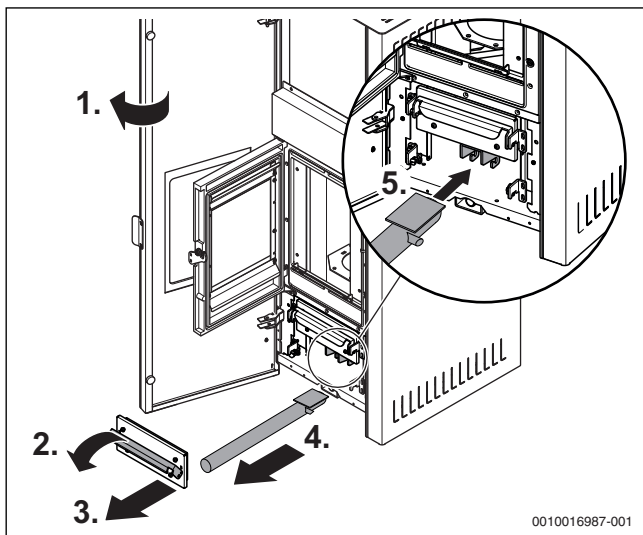

Bild 13 Turbolotoren reinigen
- ▶ Tür öffnen (→ Bild 13, 1.).
- ▶ Griff von unten fassen und nach unten klappen (→ Bild 13, 2.).
- ▶ Deckel des Abgassammlers entnehmen (→ Bild 13, 3.).
- ▶ Turbolatorenrüttelgriff herausziehen (→ Bild 13, 4.) und in die Aufnahme der Turbolotoren stecken (→ Bild 13, 5.).